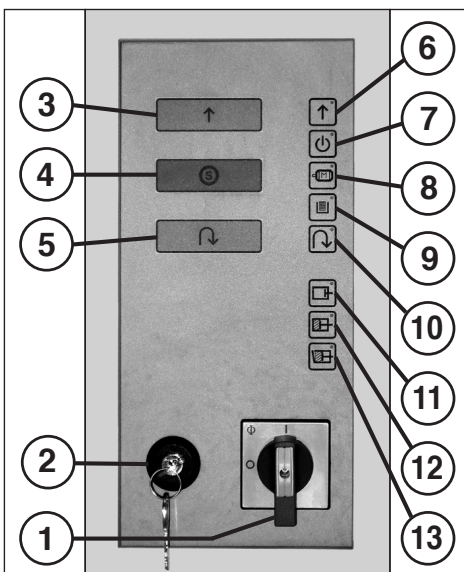

Abb. 5
2. Verriegelungsschalter (2) entriegeln und Drucktaster „Vorwärtslauf Schneidwerk“ (3) (Abb. 5) betätigen.
BEDIENUNGSELEMENTE (Abb. 5, 6):
- 1 = Hauptschalter (Not-Aus) (Abb. 5)**
- 2 = Verriegelungsschalter (Abb. 5)**